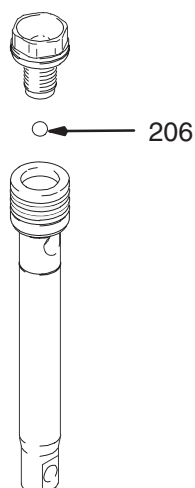

Fig. 14
Fig. 14. Monter la bille (206) dans la tige de piston. Si le filetage de la soupape de piston est enduit de Loctite®, attention à ne pas en mettre sur la bille. Monter la soupape de piston sur la tige de piston.